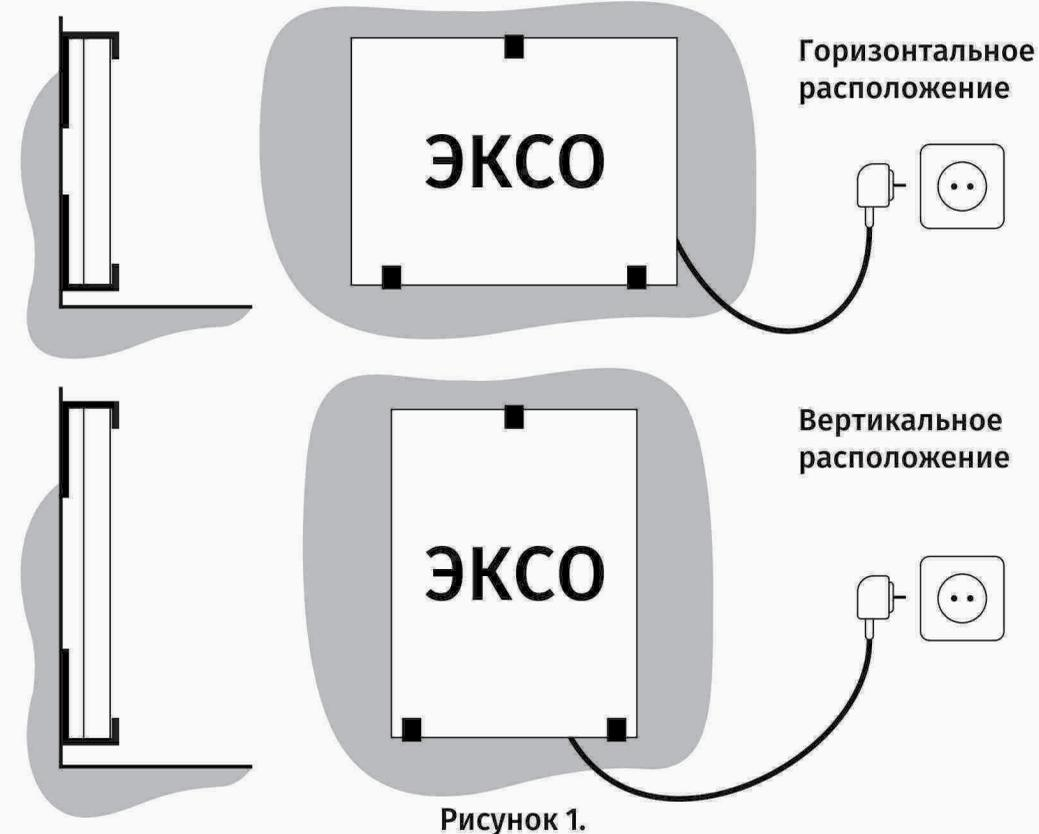

Рисунок 1.
- 4.1 При установке МКО на стене из негорючих материалов необходимо обеспечить расстояние от пола не менее 10 см, от стены не менее 4-5 см. Установку произвести в соответствии с рис. 1.